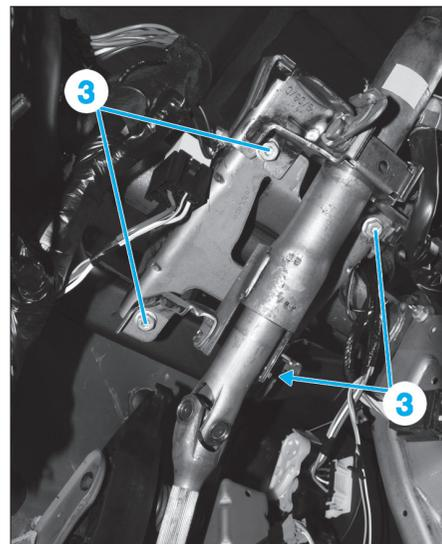

Fig. 4
- les vis (3) de fixation de la colonne de direction (Fig.4),